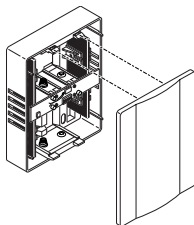

Figure 2
2. **Ôtez le couvercle du carillon.** Tirez fermement, comme le montre la figure 2.